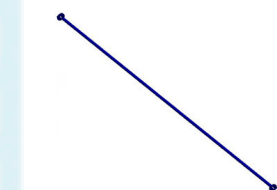

Рис.2
- Вставить лестницы секции в стаканы базы(рис.2).